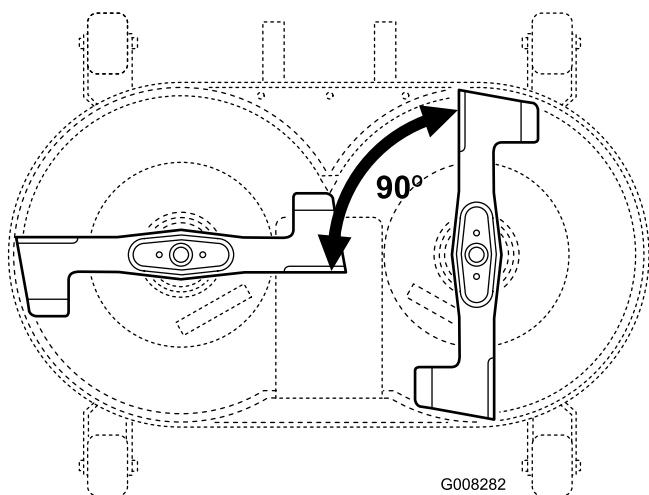

Figura 38
2. Sitúe una cuchilla perpendicular 90° a la otra (Figura 38).